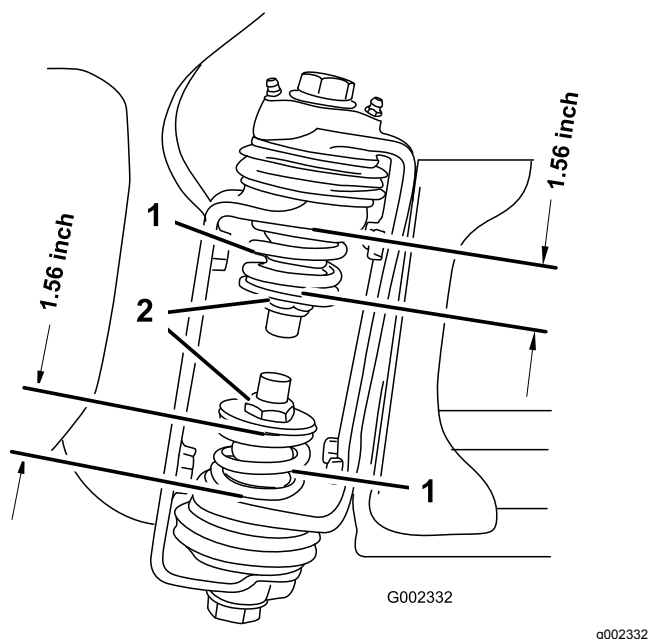

Bild 3
3. Messen Sie am Gelenk des Auslegers die Komprimierung der oberen und unteren Federn, wenn die Ausleger ausgefahren sind (Bild 3).